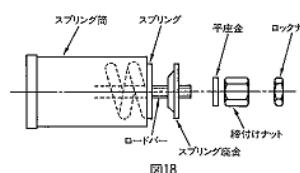

図18
11. ロードバーにスプリング座金(凸側をスプリング方向にして下さい)、平座金を通し、締付けナットで締付けて下さい(図18参照)。この場合以下に示す状態になるような締付量で締付け下さい。但し最大可能締付量は45mm、補助スプリング付で65mmです。